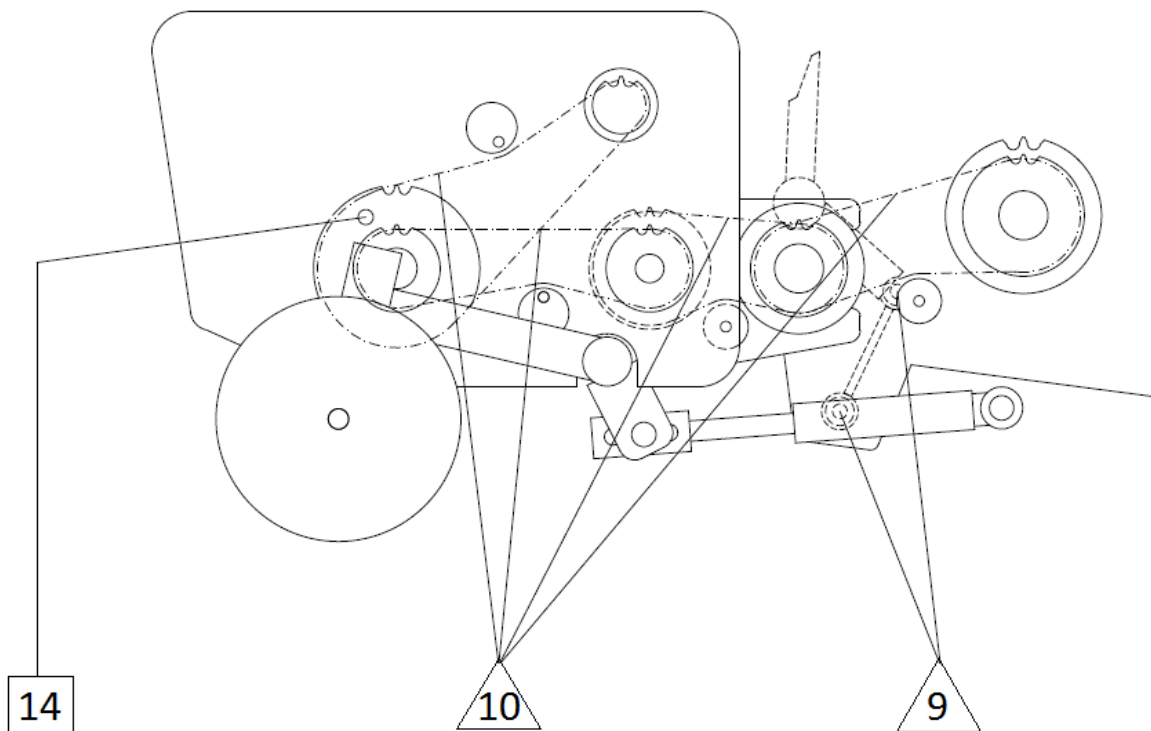

Abbildung 26. Schmierstelle - Ährenheber
Zum Schmieren der Rollen des Ährenhebers (Abb. 26) nehmen Sie die Abdeckung (2) nach Entfernen der drei Schrauben (1) ab. Anschließend entfernen Sie die Sicherungsschraube (3) und ersetzen Sie sie durch den Schmiernippel (4). Schmieren Sie die Rollen des Ährenhebers. Entfernen Sie den Schmiernippel und ziehen Sie die Sicherungsschraube (3) wieder an.